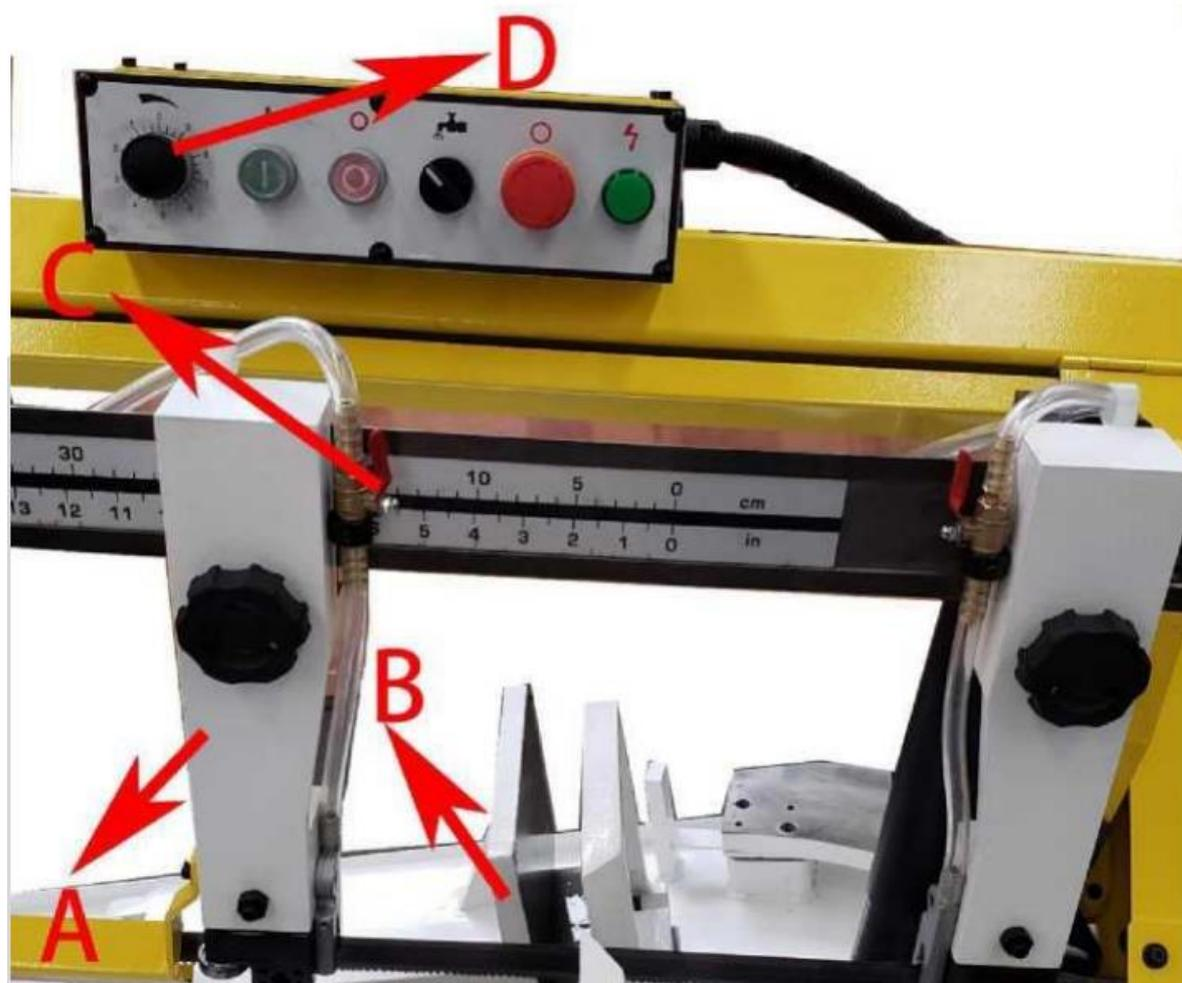

Рис. 14
5. Убедитесь, что кронштейн левой направляющей (А) отрегулирован и установлен как можно ближе к левой губке тисков (В) (см. Рис. 14).
6. Включите станок и отрегулируйте поток смазочно-охлаждающей жидкости (СОЖ), повернув соответствующий рычаг (С) (Рис. 14).
7. Поверните рычаг регулировки скорости подачи (D) (Рис. 14) против часовой стрелки, чтобы начать плавное опускание пильной рамы с требуемым усилием.